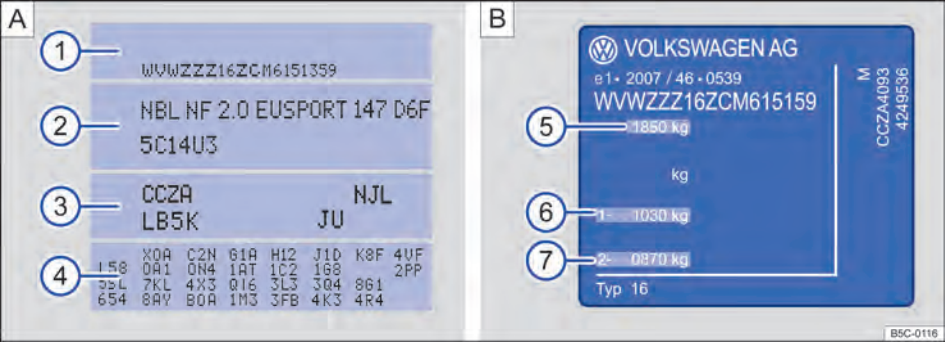

Fig. 248 Etiqueta de dados do veículo [A] e plaqueta de identificação [B].
A etiqueta de dados do veículo → Fig. 248 [A] está colada na parte interna do envelope do Manual de instruções e na área da cavidade da roda de reserva, no compartimento de bagagem. Ela contém os seguintes dados:
- ① Número de identificação do veículo (número do chassi).
- ② Modelo do veículo, potência do motor, transmissão.
- ③ Códigos do motor e da transmissão, código da cor, acabamento interno. No exemplo, o código do motor é "CCZA" → Fig. 248.
- ④ Equipamentos opcionais, números PR.
A plaqueta de identificação → Fig. 248 [B] pode ser vista na coluna da porta após a abertura da porta do condutor. Veículos para determinados países de exportação não possuem plaqueta de identificação